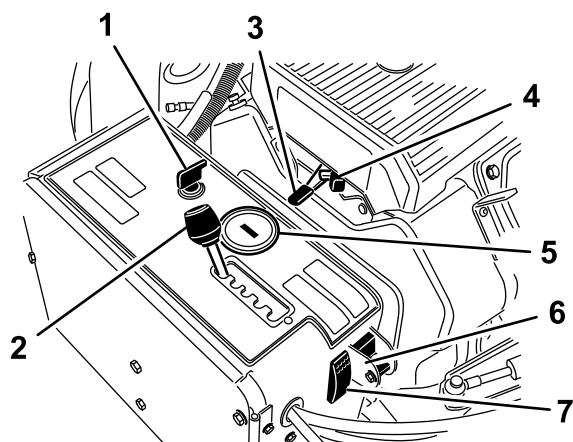

図 12
始動スイッチ **図 12** はエンジンの始動と停止を行うスイッチです。スイッチには 3 つの位置があります
穴あけ間隔レバー **図 12** は希望する穴あけ間隔にセットしてください。移動走行時にはトランスポート位置「T」にセットしてください。
スロットルレバー **図 12** はエンジンの回転速度を制御するものです。高速側へ動かすとエンジンの回転数が増加し低速側へ動かすと遅くなりますコアリングヘッドや走行速度はエンジンの速度によって決まります。
- ・ エンジンが停止している時のアワーメータ/タコメータは、エンジンの積算稼働時間を表示します **図 12**。
冷えているエンジンを始動する時に使用します 図 12。
下向きに回すと TrueCore 機能を解除します 図 12。
非常時ガス欠でコアリングヘッドが地面に刺さったまま停止した場合などに、このスイッチ 図 12 を押すと、コアリングヘッドを上昇させることができます。